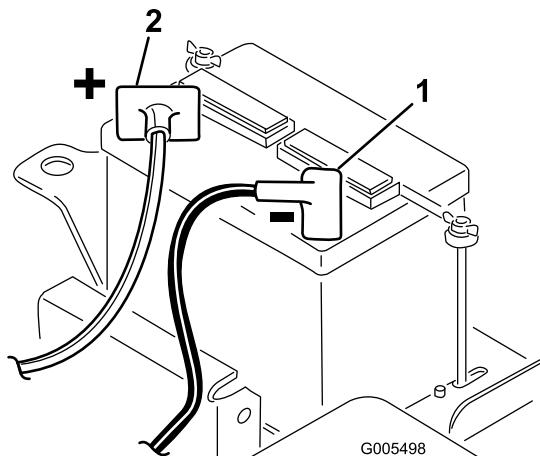

図 10
2. スタータからの赤い(+)ケーブルを(+)端子に固定する(図10)。レンチで締め付けて固定し、ワセリンを塗布する。ケーブルが擦れて磨耗するような配線はさける。座席の最後部でケーブルを傷つけることがあるので特に注意すること。